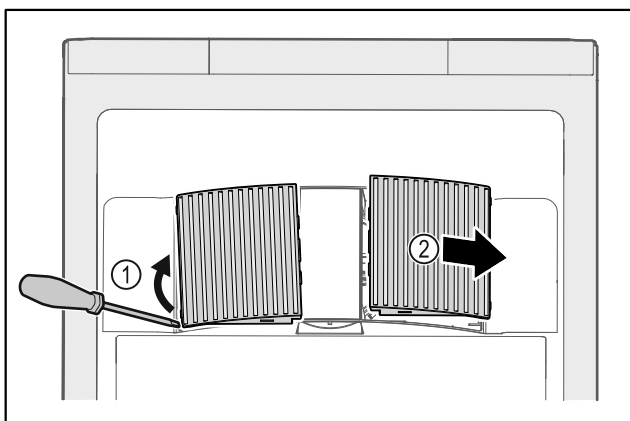

Fig. 154
- ▶ Extraire par un mouvement de levier les caches latéraux Fig. 154 (1) vers l'avant Fig. 154 (2).